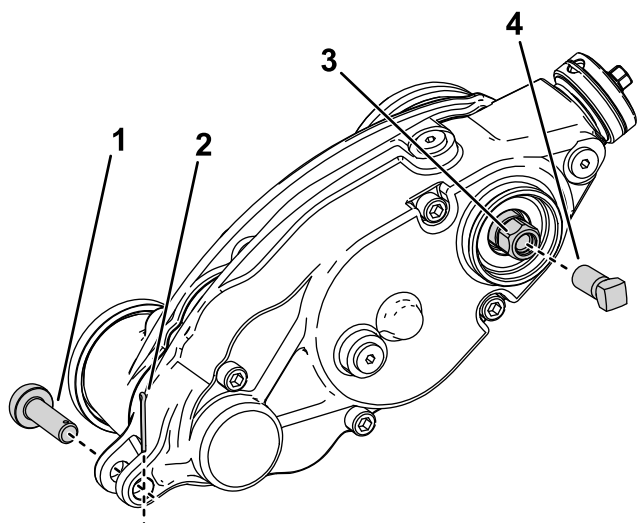

Рисунок 29
3. Отверните штифт регулятора и шплинт, крепящие блок привода механической щетки к рычагам регулятора (Рисунок 29).
- Заверните усильный винт (№ по кат. 1-803022 – продается отдельно) во внутреннюю резьбу шестигранной головки блока привода механической щетки и затяните его с моментом 13,5 Н·м, как показано на Рисунок 29.
- Снимите блок привода механической щетки с барабана режущего блока, повернув шестигранную головку привода механической щетки (Рисунок 29).